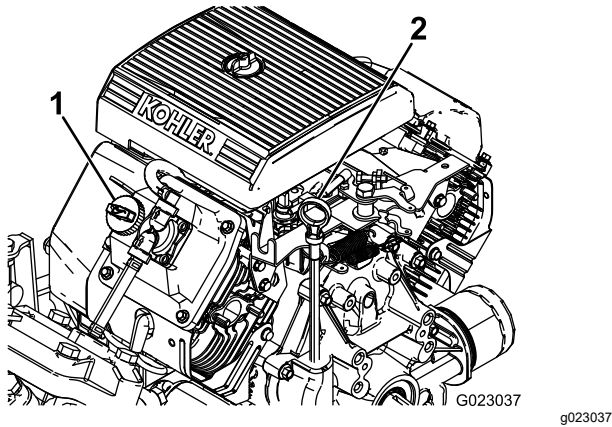

Figure 10
2. Retirez la jauge et essuyez-la sur un chiffon propre (Figure 10).
4. Si le niveau d'huile est bas, retirez le bouchon de remplissage du couvre-culasse (Figure 10) et ajoutez la quantité d'huile nécessaire pour faire monter le niveau jusqu'au repère MAXIMUM sur la jauge. Voir Contrôle du niveau, vidange de l'huile moteur et remplacement du filtre à huile \(page 51\), pour le type d'huile et la viscosité qui conviennent.